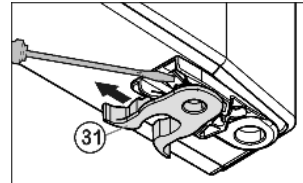

Fig. 9
- ▶ Переставить пружинный зажим Fig. 9 (31): Нажмите вниз язычок защелки, снимите с него пружинный зажим.